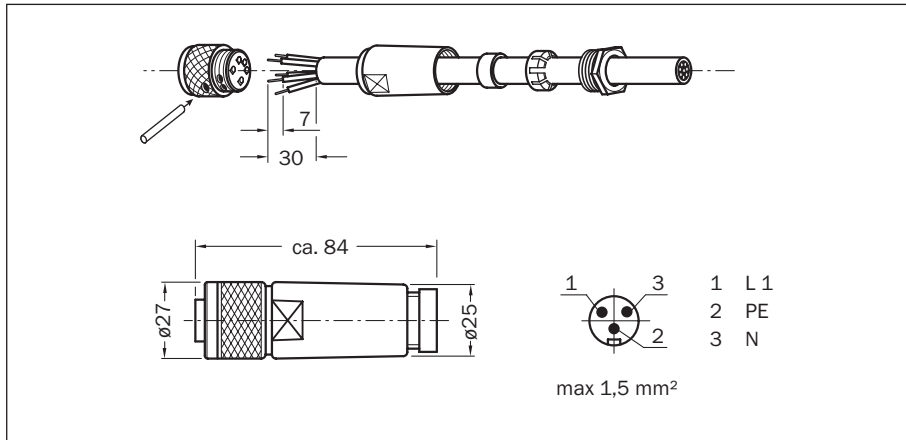

Abb. 3: Leitungsdose mit Anschlussbild
3. Kabel durch Schlitz in der Bodenplatte einführen, M4000 bzw. M2000 und Anschlussstecker für die Heizung verdrahten (*Abb. 3*).